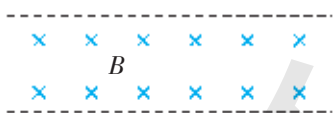

图 1-68
2. 如图 1-68 所示,矩形线圈 A 自由落下,进入一个有界的匀强磁场。在线圈开始下落到线圈框上边刚好与磁场上边缘平齐的过程中,线圈中感应电流的方向如何?有哪些力对线圈做功?线圈中能量的转化情况如何?